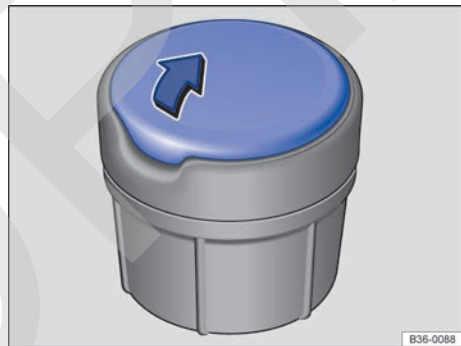

Fig. 168 Cenicero portátil.
- Para *abrir* el cenicero, levante la tapa del mismo → fig. 168 en el sentido de la flecha.